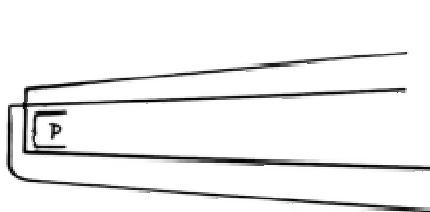

Abb. 2: Vier-Stufen-Pinzette, Arbeitsgänge 1-4. P = gerundeter Bereich.
3. Greif bzw. Laufbereich runden und polieren. (Abb. 2, Arbg. 1-4)